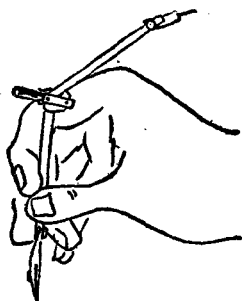

图 8A
(1) 在描簡單而面积較小但帶有圓及圓弧的图纸时，可用圓規把圓及圓弧描好以后把两脚拉开到最大限度，以指 1 按住圓規腿上的左面，以指 2 按住当中，以指 3 按住右面，把圓規的頂端部分靠在指 2 上划綫(图 8A)。